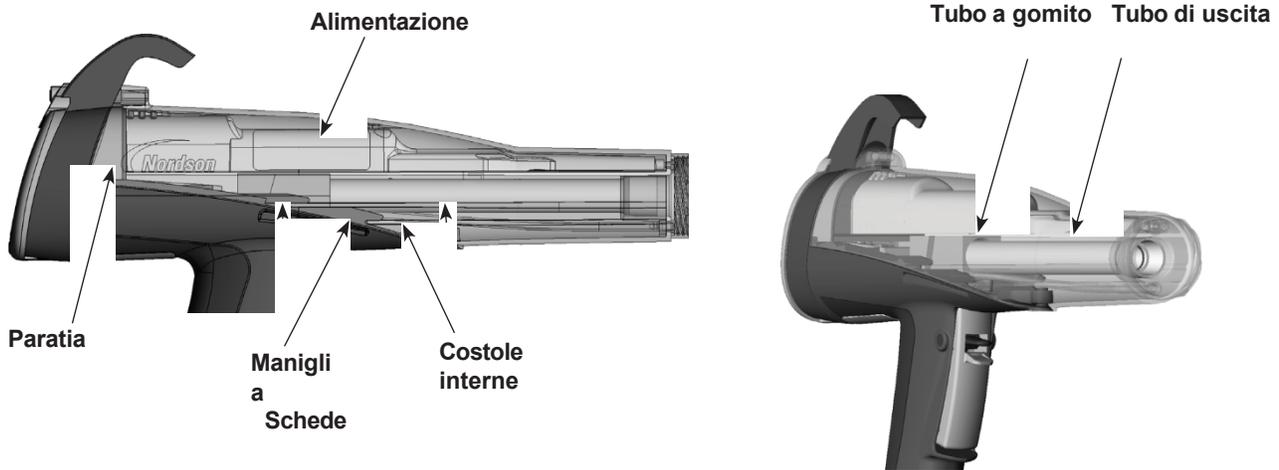

Figura 15 Riassemblaggio della pistola
1. Vedere Figura 15. Allineare il corpo della pistola con l'impugnatura e farli scorrere insieme, facendo combaciare le nervature interne del corpo della pistola con le linguette dell'impugnatura.